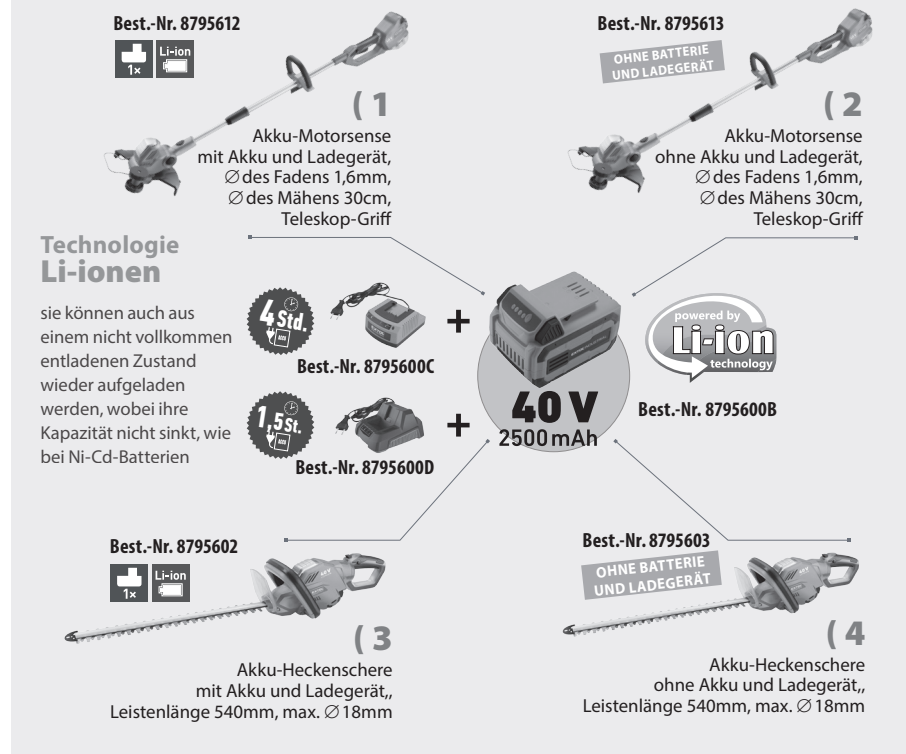

Abb. 1
- Die Akku-Schere Extol Industrial® 8795602 wird zusammen mit dem Akku 8795600B und einem 4-Stunden-Ladegerät 8795600C und die Akku-Schere Extol Industrial® 8795603 wird ohne Akku und Ladegerät wegen einem niedrigeren Kaufpreis geliefert, falls zuvor die Akku-Motorsense Extol Industrial® 8795612 mit dem notwendigen Akku und dem 4-Stunden-Ladegerät gekauft wurde. In der nachstehend dargestellten Übersicht (Abb. 1) sind die Bestellnummern der Akku-Motorsense und der Akku-Heckenschere ohne Akku und Ladegerät oder mit Akku und einem 4-Stunden-Ladegerät angegeben, da für die beiden Modelle der gleiche Akku bestimmt ist, und ein Gartengerät somit wegen einem günstigeren Verkaufspreis ohne einen Akku und Ladegerät gekauft werden kann.